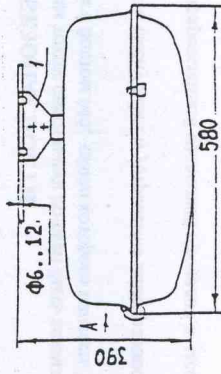

Рис. 1
1.1. Светильники подвесные РСУ08-125-001 (рис.1) с разрядными лампами высокого давления предназначены для освещения улиц, дорог, площадей.
Светильники закрепляются на несущем тросе Ø6...12.5 мм двумя болтами см. рис.1.